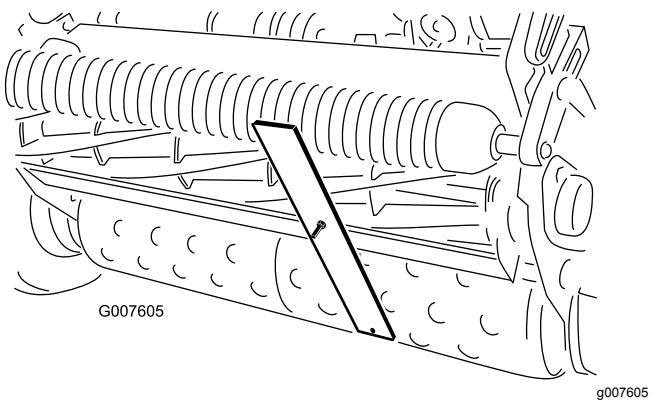

Figura 51
- Aggiungete la testa della vite sul tagliente della controlama, e appoggiate la parte posteriore della barra sul rullo posteriore (Figura 51).